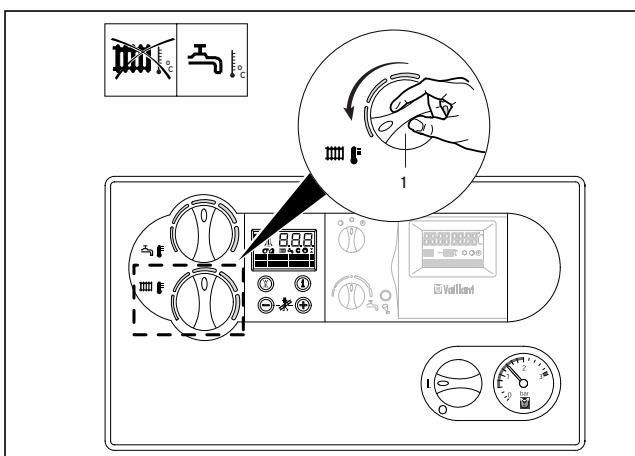

Fig. 3.13 Ta ut av oppvarmingsdrift (sommerdrift)
- Drei hovedbryteren (2) til stilling «O» (fig. 3.13).